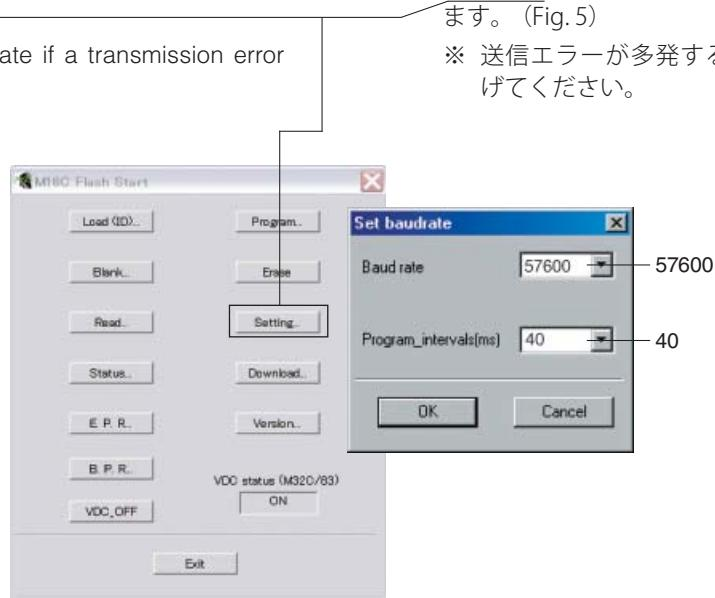

Fig. 5
7. Click [Setting], and set the baud rate. (Fig. 5)
7. [Setting] をクリックし、通信速度の設定を行います。 (Fig. 5)